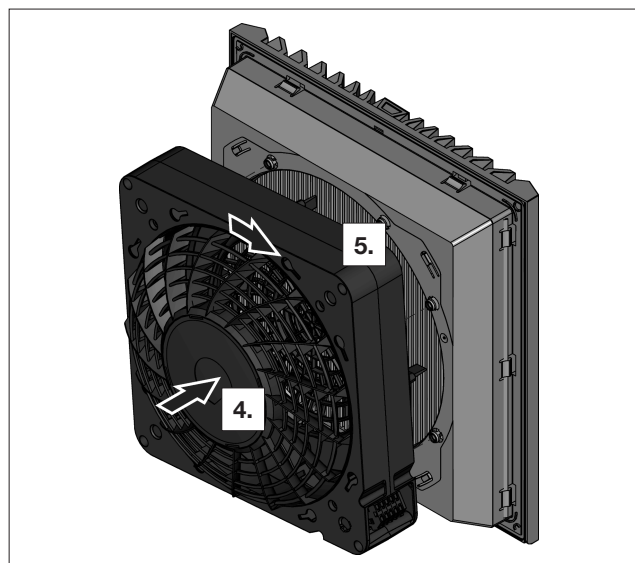

Fig. 9: Bloccaggio del fermo a baionetta
- Reinscrivere l'alloggiamento del ventilatore nella cassetta del filtro (vedere fig. 9).